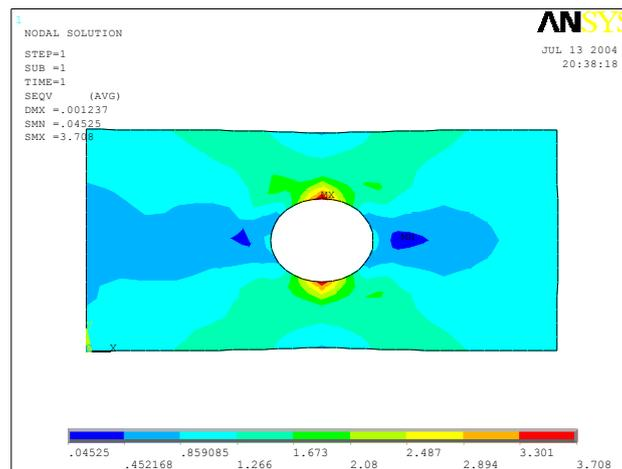

图1.46 等效应力图
(2) 选择 Favorites>Nodal Solution>Von Mises Stress, 并展开【Addattional Options】折叠菜单, 设置【Interpolation Nodes】为【All applicable】, 单击【OK】按钮。
(3) 这时出现如图 1.46 所示的等效应力图。